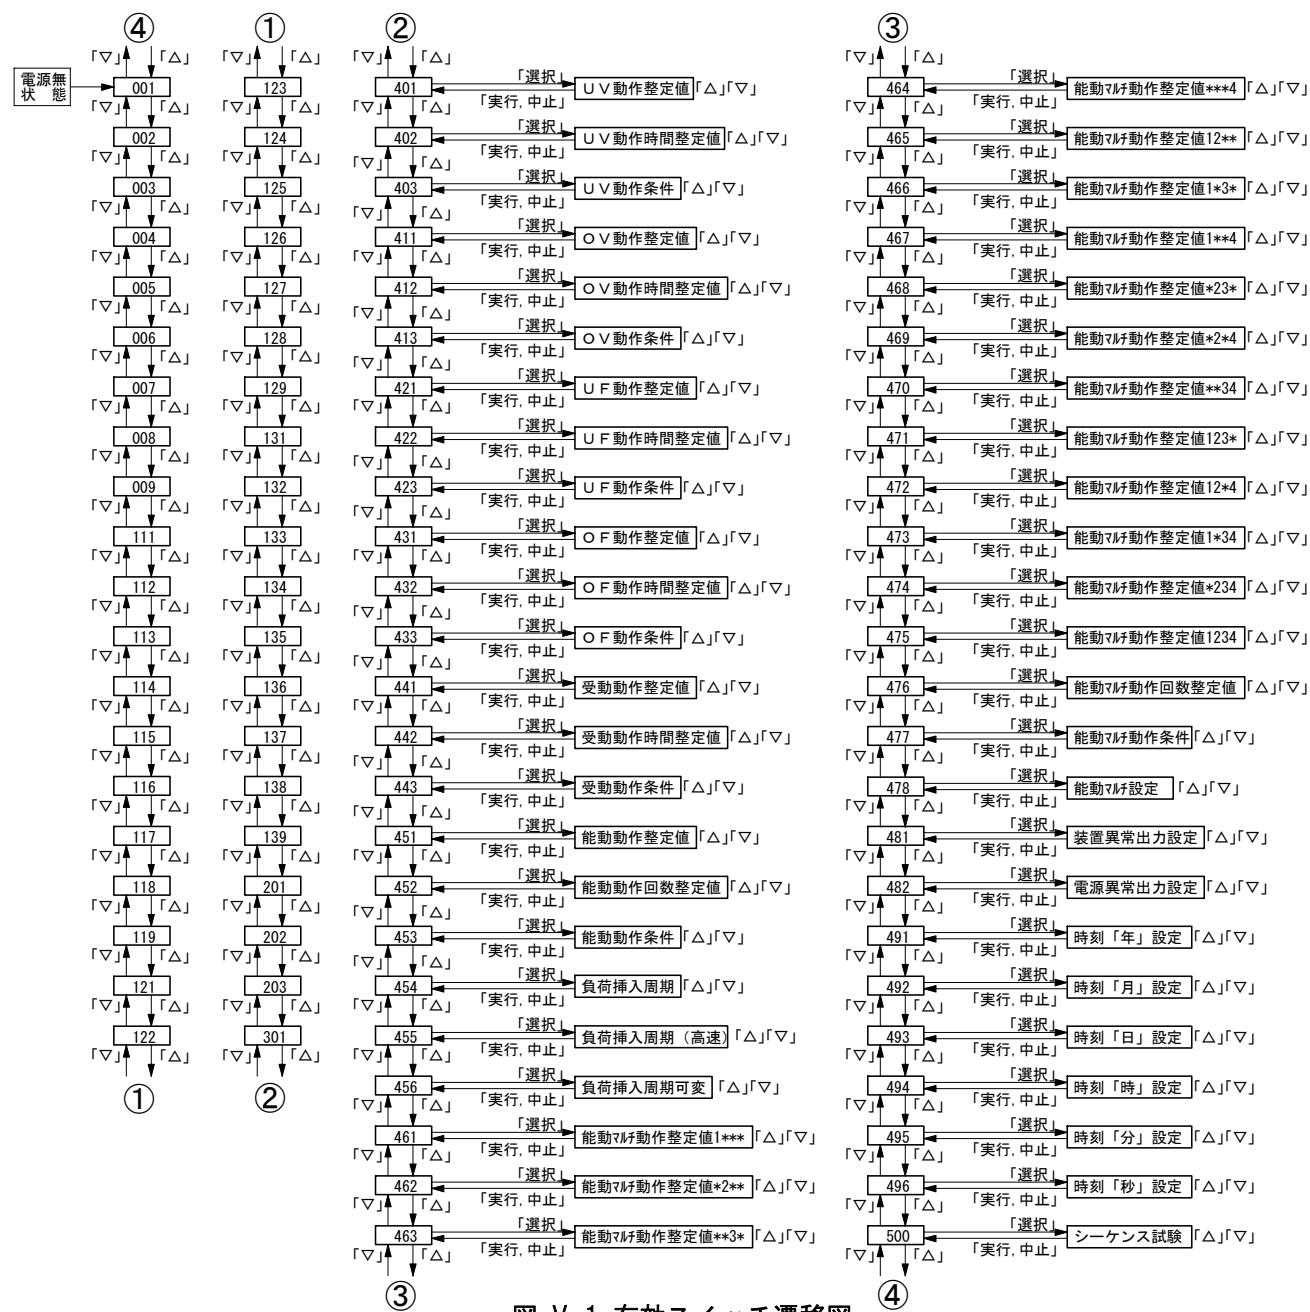

図 V-1 有効スイッチ遷移図
P37 図 V-1 有効スイッチ遷移図を参照して下さい。
これと同様に、P34 表 V-1 項目番号対応一覧表およびP37 図 V-1 有効スイッチ遷移図を参考に各項目の整定値を変更してください。
- これと同様に、P34 表V-1 項目番号対応一覧表およびP37 図V-1 有効スイッチ遷移図を参考に各項目のシーケンス試験を行ってください。